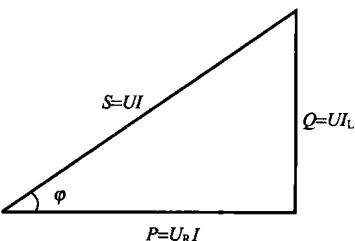

图 1-3 3 种功率之间的关系
说明：在交流电路里，功率分为有功功率 P 、无功功率 Q 及视在功率 S 共 3 种。有功功率 P 又称阻性功率，单位为瓦 (W) 或千瓦 (kW)；视在功率一般在交流阻抗 (Z) 电路中出现，可谓总功率，单位为伏安 (VA) 或千伏安 (kVA)；无功功率即磁电转换功率，单位为乏 (var) 或千乏 (kvar)。3 种功率之间的关系如图 1-3 所示。